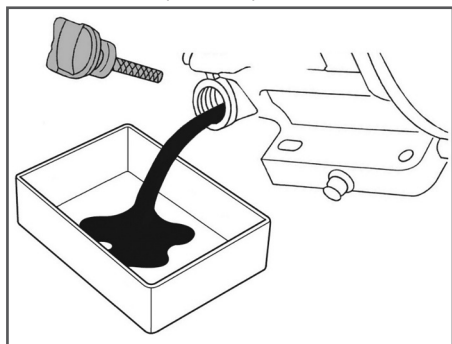

Рис. 19 Замена моторного масла
(1) Техническое обслуживание должно осуществляться более часто, при работе в пыльных условиях.
(2) Данный вид работ необходимо выполнять в авторизованном сервисном центре.
6. Подставьте под маслозаливную горловину ёмкость для масла, после чего с помощником наклоните виброплиту с помощью рабочих рукояток в сторону задней маслозаливной горловины двигателя и слейте отработанное масло через маслозаливную горловину в подготовленную для этого ёмкость (Рис. 19).